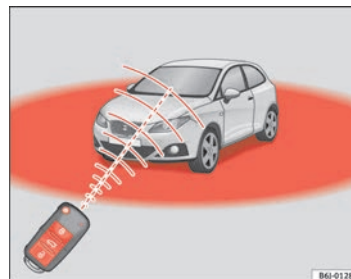

Abb. 45 Wirkungs-
Zudem blinkt die Batterie-Kontrollleuchte des Schlüssels ⇒ Abb. 45 auf.
- Die Funk-Fernbedienung funktioniert nur innerhalb seines Wirkungsbereiches ⇒ Seite 83, Abb. 45.